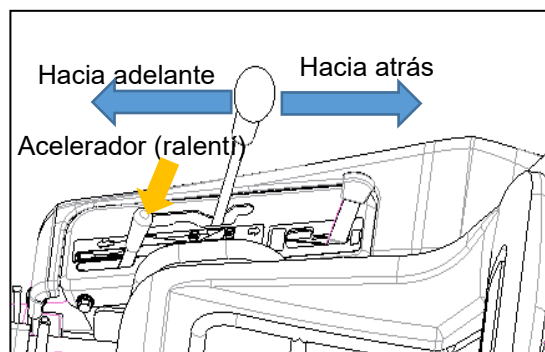

Figura 25
- Cuando incline la palanca de velocidad, el acelerador deberá mantenerse en ralentí. (Figura 25)